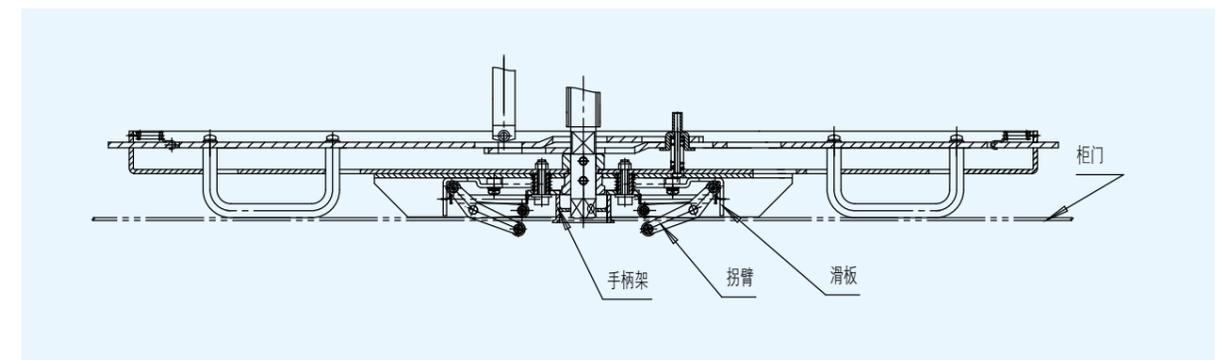
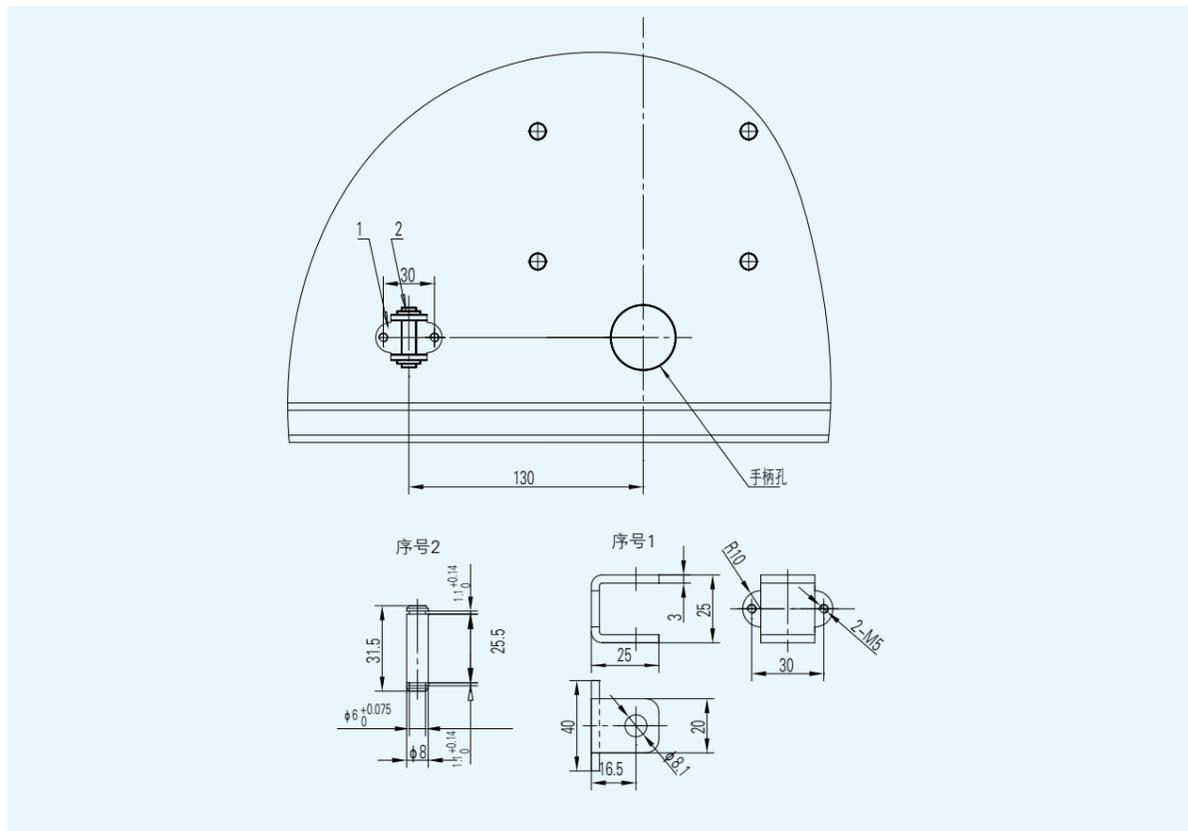

图 9 底盘车关门联锁方案 1
图 11 底盘车关门联锁方案 2 对应的柜门改动
- 底盘车关门联锁工作原理及柜门改动详见图 9、图 10、图 11。
方案 1. DPC-□-□/G, 该型号底盘车仅增加关门操作功能, 其结构见图 9, 其原理为当柜门打开时滑板挡在手柄架下面手柄无法插上。柜门关上时柜门压向拐臂带动滑板滑向两侧避让手柄架, 使手柄能顺利插上摇动底盘车。该联锁柜门不须改动。